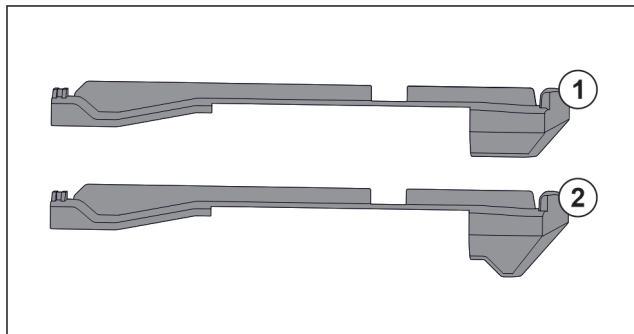

Fig. 126 Confronto degli elementi inseribili
Nell'apparecchiatura si trovano due diversi elementi inseribili. L'elemento inseribile sopra il cassetto più in basso Fig. 126 (2) presenta un bordo triangolare. Tutti gli altri elementi inseribili Fig. 126 (1) dispongono di un bordo diritto.
- Applicare l'elemento inseribile Fig. 126 (2) con il bordo triangolare sopra il cassetto più in basso.
- Applicare l'elemento inseribile Fig. 126 (1) con il bordo diritto su tutti gli altri punti.